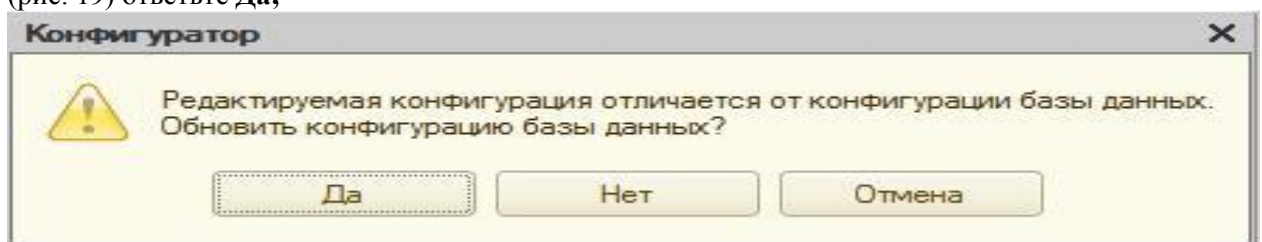

Рис. 19
- на появившийся в окне вывода вопрос: «Обновить конфигурацию базы данных?» (рис. 19) ответьте **Да**;